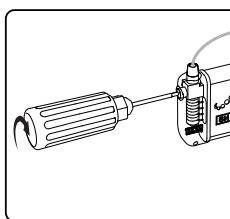

Afbeelding 5: Steek de lead volledig in het connectorblok van de neurostimulator.
4. Steek de lead in het connectorblok van de neurostimulator tot hij goed geplaatst is en niet verder gaat. Merkteken D op de lead moet zich in de trekontlasting van de neurostimulator bevinden (**Afbeelding 5**). De retentiemof op de tined lead moet onder de stelschroef van de neurostimulator worden geplaatst.
3. Gebruik de moment Schroevendraaier om de stelschroef in het connectorblok van de neurostimulator los te draaien door hem linksom te draaien (**Afbeelding 5**).